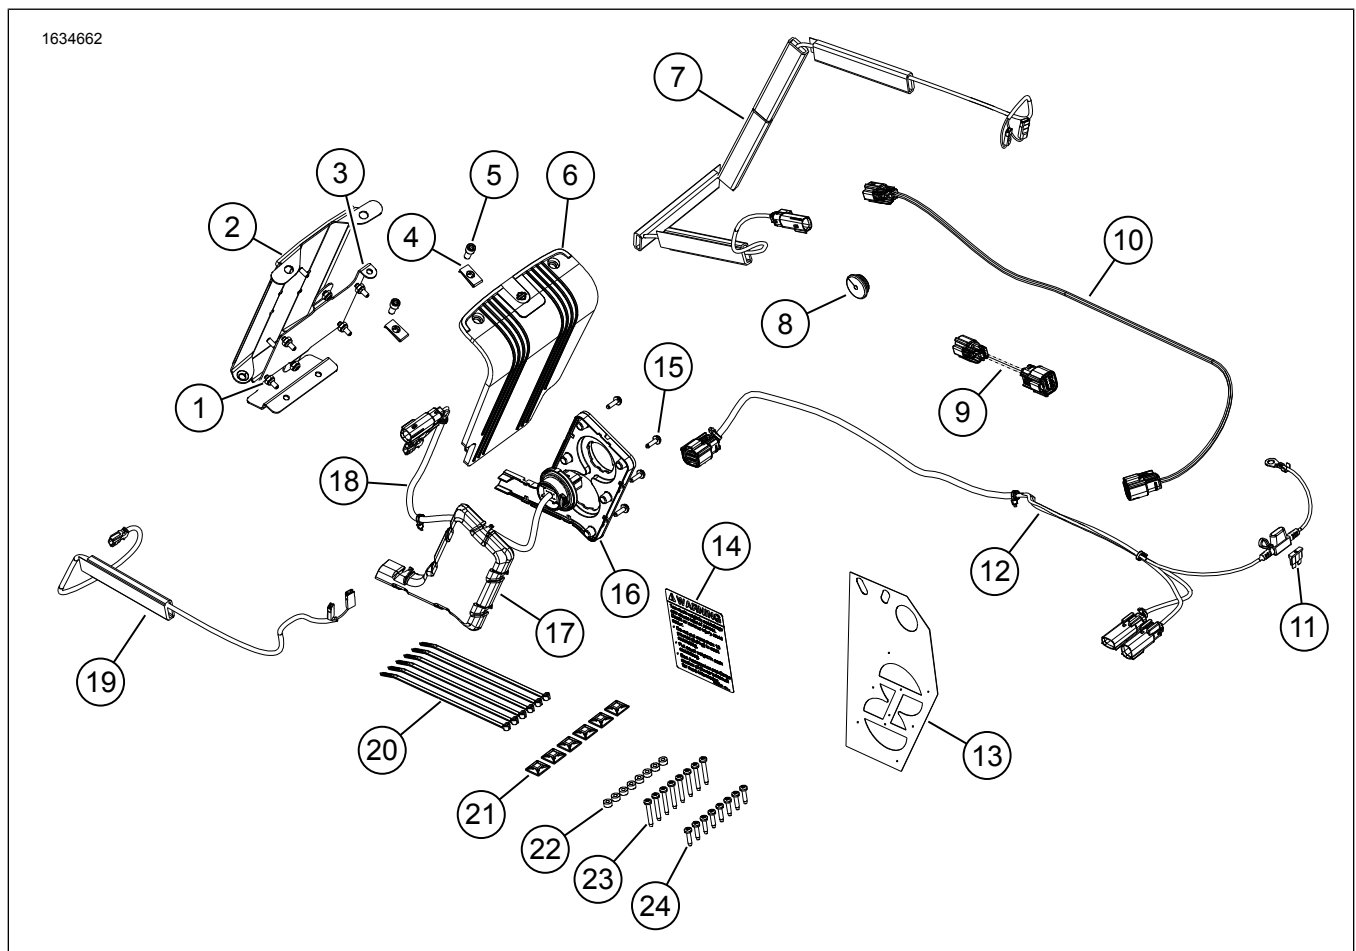

Figura 1. Contenuto del kit: Bluetooth Audio-Fornito da Rockford Fosgate
3. Vedere la figura 1. Installare l'etichetta con la portata della borsa (14).